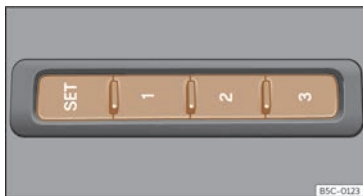

Fig. 104 En el lateral exterior del asiento del conductor: teclas de memoria.
- Pulse la tecla **SET** durante más de 1 segundo >>> **fig. 104**.